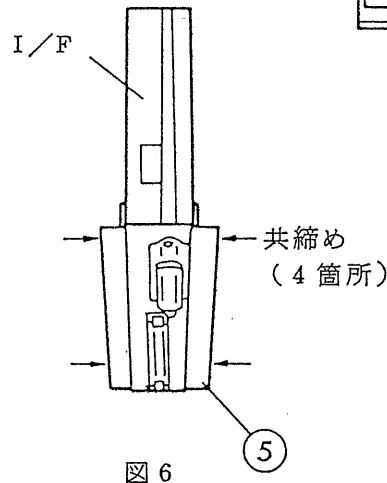

図 6
- (3) I/F アングル⑤をインターフェースに取付けます。インターフェースのネジで共締めにします。（図 6）